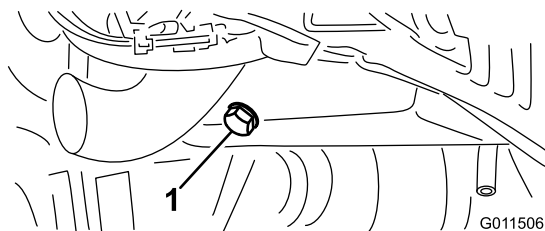

Figure 53
1. Enlevez un des bouchons de vidange (Figure 53) et laissez couler l'huile dans un bac de vidange. Remettez le bouchon quand la vidange est terminée.